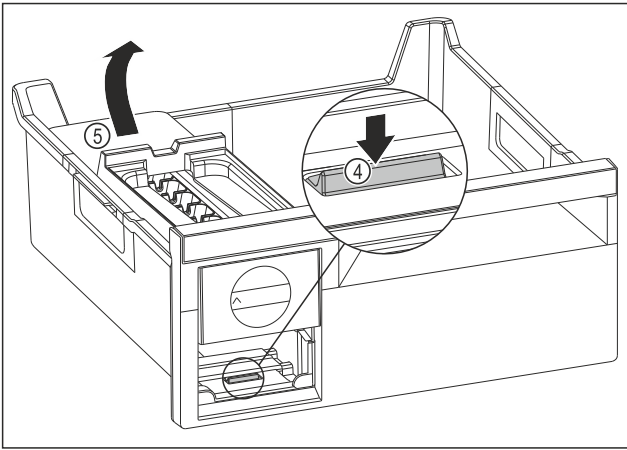

Fig. 131
- ▶ Fjern hoveddelen til EasyTwist-Ice: Trykk tappen Fig. 131 (4) ned med fingeren samtidig som hoveddelen til EasyTwist-Ice Fig. 131 (5) løftes opp fra baksiden med den andre hånden.